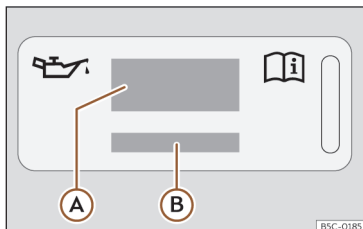
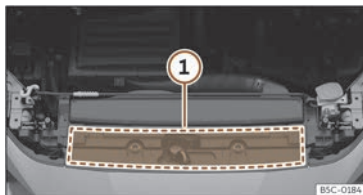

**Fig. 198** Dans le compartiment moteur : étiquette d'huile moteur
**Fig. 199** Dans le compartiment moteur : zone d'emplacement de l'étiquette d'huile moteur
Légende de la>>> **fig. 198** :
Si vous devez ajouter de l'huile moteur, utilisez l'une des huiles indiquées sur l'étiquette >>> **fig. 198**. L'étiquette avec la norme prescrite se trouve sur l'avant du compartiment moteur >>> **fig. 199** ①. Si vous utilisez l'huile moteur recommandée, vous pouvez corriger le niveau de remplissage autant de fois que nécessaire.